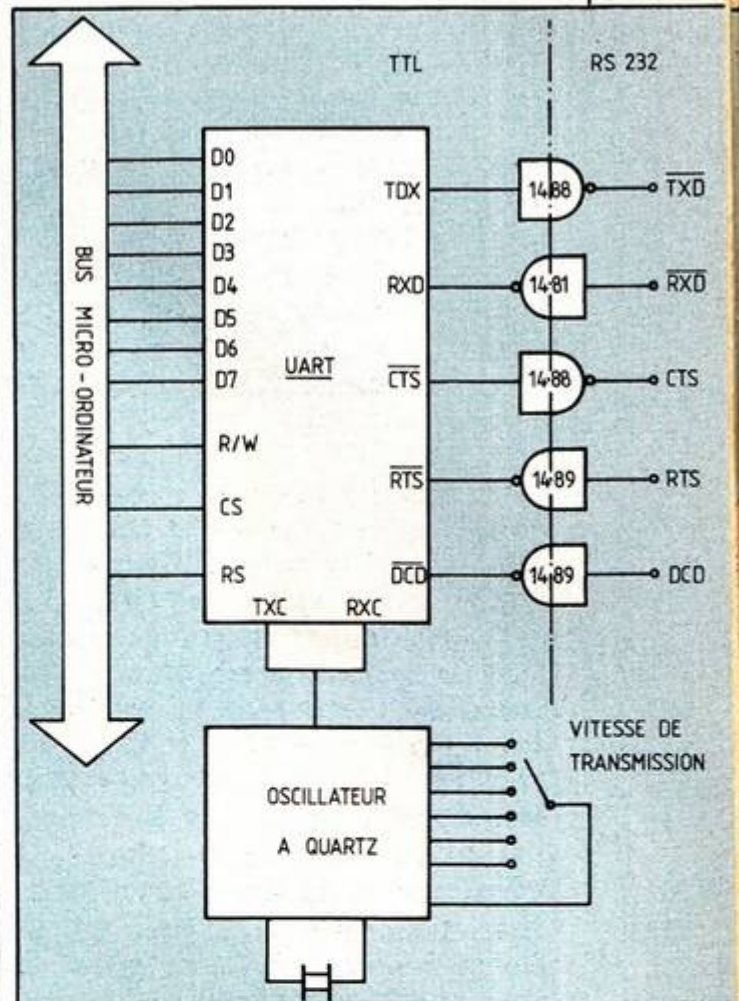

Fig. 10 : Micro et liaison série.
Nous avons abordé beaucoup de notions nouvelles dans ces deux articles, aussi allons nous les résumer avec un exemple concret correspondant à la mise en œuvre d'une liaison série sur un micro-ordinateur quelconque, utilisant des mots de 8 bits (cas le plus courant dans le domaine amateur). La figure 10 vous montre un exemple typique de cette mise en œuvre. Nous y voyons le bus interne du micro-ordinateur sur lequel est connecté un circuit d'interface série asynchrone (un UART dont nous avons parlé dans notre précédent article). De tels circuits existent dans toutes les familles de microprocesseurs sous des noms divers : ACIA pour le circuit de la famille 6800, SIO pour les circuits de la famille 8080, etc. Ils ont tous des performances identiques et le seul fait qu'il y en ait un par famille de microprocesseur permet de disposer d'un boîtier se connectant directement sur le bus de ce dernier. Notre exemple étant hypothétique, nous avons représenté 8 lignes de données D0 à D7, une ligne lectu-
re/écriture (R/W), une ligne de validation du boîtier (CS) et une ligne de sélection de registre interne (RS). Par ailleurs, ce circuit dispose de deux entrées, RXC et TXC, qui sont les entrées des horloges d'émission et de réception. Comme il est rare que l'on reçoive et émette à des vitesses différentes, ces deux lignes sont très souvent reliées à un seul et même oscillateur à quartz ; oscillateur suivi par des diviseurs commutables qui permettent de choisir la vitesse de transmission utilisée. Côté extérieur, enfin, le circuit dispose au minimum de deux lignes RXD et TXD qui sont, respectivement, réception de données et transmission de données. De plus en plus de circuits incorporent en outre un certain nombre de lignes de contrôle RS 232 telles que TRS, CTS et DCD. Ces lignes étant toutes aux normes TTL, des circuits d'interface 1488 pour la sortie et 1489 pour l'entrée sont utilisés pour passer en niveau RS 232. Comme vous pouvez le constater à l'examen de ces commentaires et de la figure 10, la mise en œuvre d'une liaison série ne demande pas beaucoup de matériel ; encore faut-il connaître son existence et savoir l'utiliser correctement. Pour ce qui est du logiciel, il est aussi simple que le schéma ; en effet, les circuits précités (ACIA, SIO, etc.) disposent de fonctions de contrôle et d'automatismes intégrés. Pour transmettre un caractère, le microprocesseur l'écrit dans un registre interne au circuit qui se charge alors